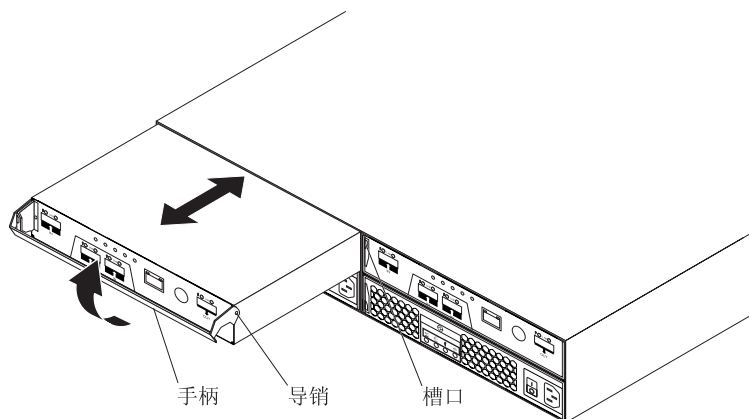

图 65. 卸下和更换控制器
- b. 确保控制器一侧的导引针正好嵌入 DS3400 机架上的槽口。请参阅第 92 页的图 65。